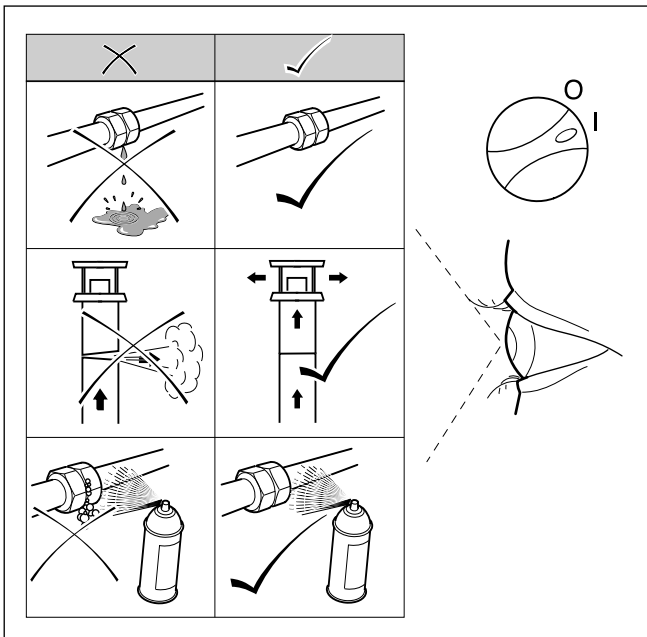

Abb. 6.10 Funktionsprüfung
- Prüfen Sie die Gas-Zuleitung, die Heizungsanlage und die Warmwasser-Leitungen auf Dichtheit (siehe Abb. 6.10).